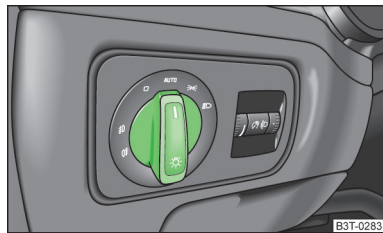

Abb. 50
Ist der Lichtschalter in der Stellung **AUTO** » Abb. 50, schalten sich das Stand- und Abblendlicht sowie die Kennzeichenleuchte automatisch ein / aus.
- ✓ Der Lichtschalter befindet sich in der Stellung **AUTO** » Abb. 50.
- ✓ Der Lichtschalter befindet sich in der Stellung **AUTO** » **Abb. 50 auf Seite 71**.